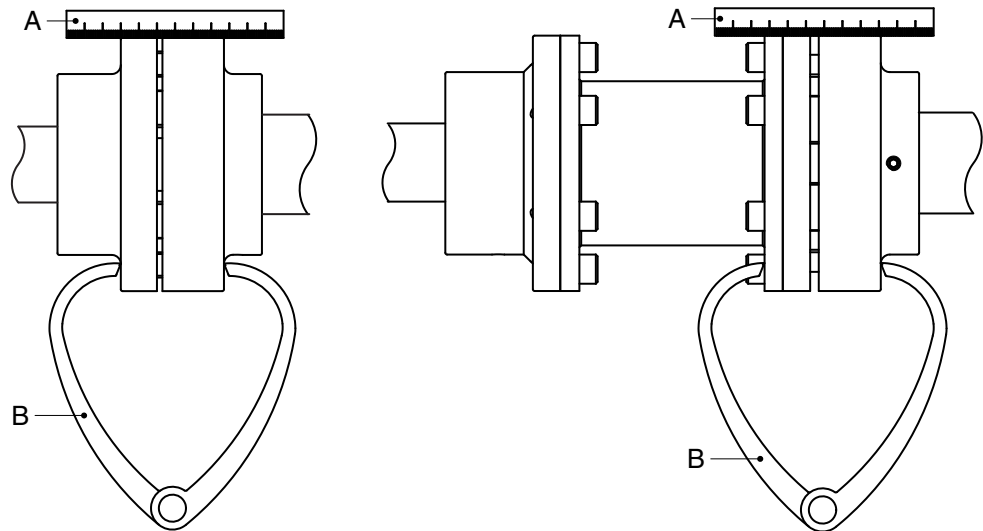

图 8: 使用一把尺子和一对外部卡尺将联轴器对齐。
- 1 在联轴器上放置一把尺子 (A)。根据需要放置或移除尽可能多的垫片，使电机达到正确高度，从而使直边整个长度接触联轴器的两半部分，请参阅图 8。
- 3 使用一对外部卡尺 (B) 在位于联轴器两半部分侧部的两个直径对点再次检查对齐情况，请参阅图 8。